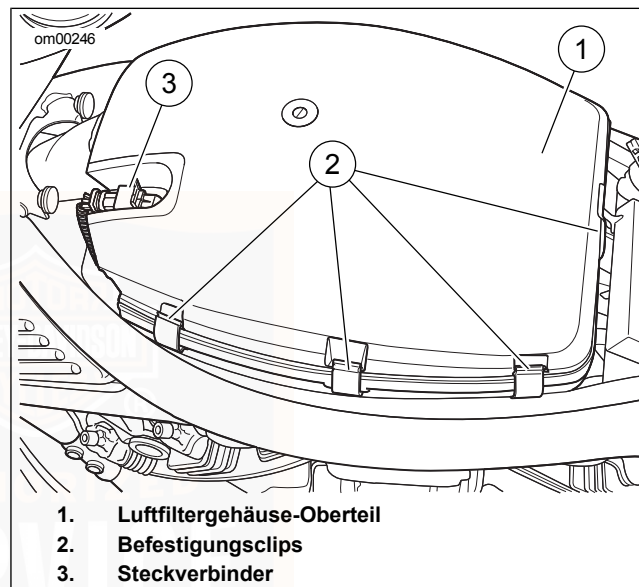

Abbildung 41. Luftfiltergehäuse-Oberteil
4. Siehe Abbildung 41. Steckverbinder (3) ausbauen in dem durch Drücken nach unten der Drahtbügel entriegelt wird. Das Luftfiltergehäuse-Oberteil ist mit acht Clips befestigt: drei pro Seite, einem an der Rückseite und einem an der Vorderseite unter dem Schnorchel. Die Clips lösen und das Luftfiltergehäuse-Oberteil entfernen.